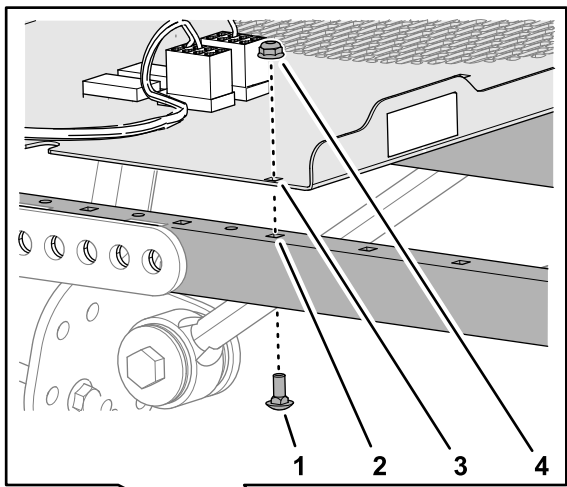

図 6
1. 図 6に示すように、スイッチパネルの四角い穴を、サンシェードのサイドフレームのチャネル部材の四角い穴に合わせる。
2. スwitchパネルをサイドフレームのチャンネル部材に組み付ける 図 6 キャリッジボルト 4 本とナット 4 個を使用する。